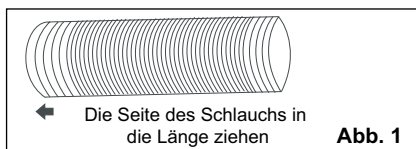
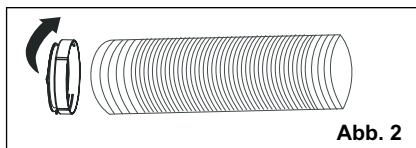

Abb. 1
Abb. 2
1. Beide Seiten des Schlauchs (Abb. 1) in die Länge ziehen und den Schlauch an Verbindungsstück A anschrauben (Abb. 2).